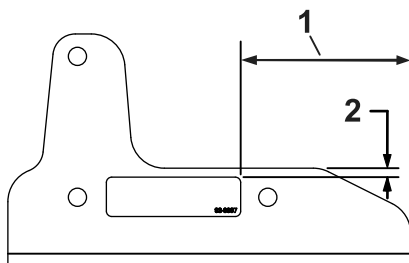

Figura 1
1. Applicate l'adesivo sulla staffa sinistra come illustrato nella Figura 1.